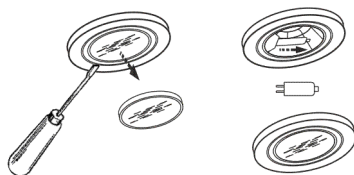

рис. 10
8.5 Замена галогенной лампы (рис. 10):